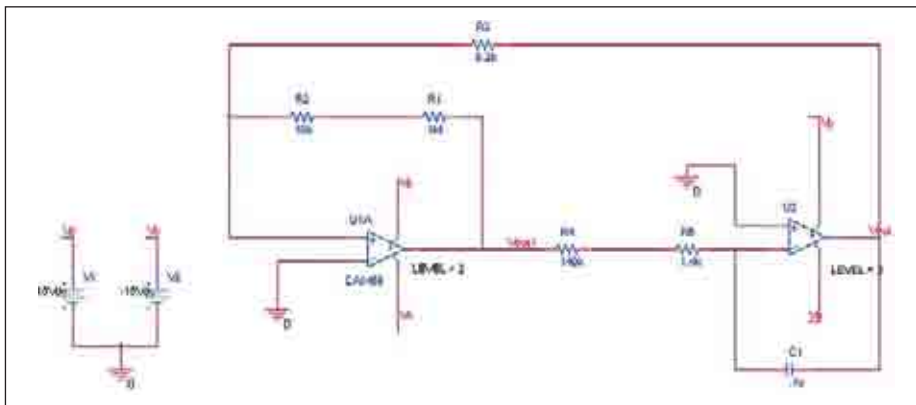

Рис. 16. Схема примера
2. Создадим схему, как показано на рис. 16. Модель CA1458 является многоуровневой моделью и по умолчанию уровень модели — 3. Свойство LEVEL для модели OPA_LOCAL устанавливается 2.